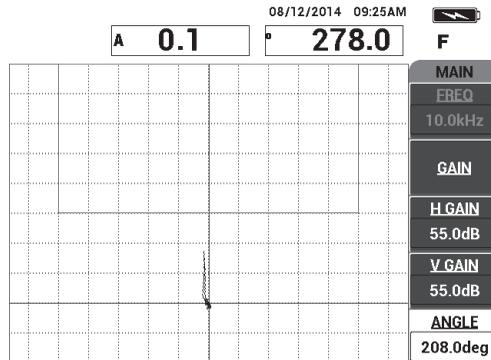

Abbildung 6-25 Gerader Signalwinkel in Richtung des Alarmfelds
- Drücken Sie auf **WINKEL** (Funktionstaste E) und stellen Sie den Signalwinkel so ein, dass sich die Signalpunkte gerade in Richtung des Alarmfelds erstrecken (siehe Abbildung 6-25 auf Seite 152).